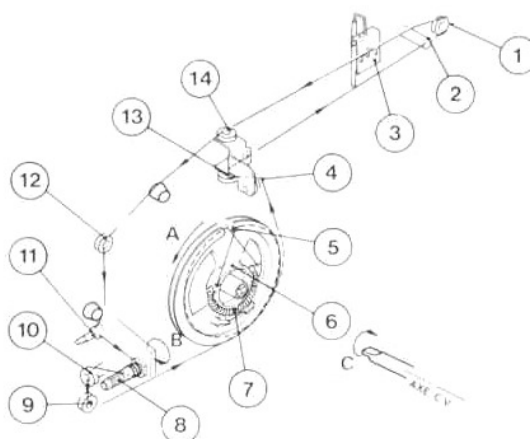

Fig. 4
- 4°) Positionner la poulie (6) comme représenté sur la figure 4, puis tourner l'axe du condensateur variable jusqu'en butée dans le sens de la flèche C.
- 5°) Prendre un cordonnet de 970 mm, puis fixer-le aux deux extrémités du ressort (7).
- 6°) Passer un des brins du cordonnet dans l'encoche (5), puis effectuer 3/4 de tour sur la poulie (6) dans le sens de la flèche A. Passer sur les poulies (4), (13) et (1), sur le guide (2), sur les poulies (14) et (12), sur le guide (11).
- 7°) Effectuer 4 tours sur l'axe (8) dans le sens de la flèche B.
- 8°) Passer sur les poulies (10) et (9) et effectuer un demi-tour sur la poulie (6) dans le sens de la flèche A.
- 9°) Placer l'aiguille (3) en regard de 88 MHz, puis la sceller sur le cordonnet à l'aide d'une goutte de vernis.